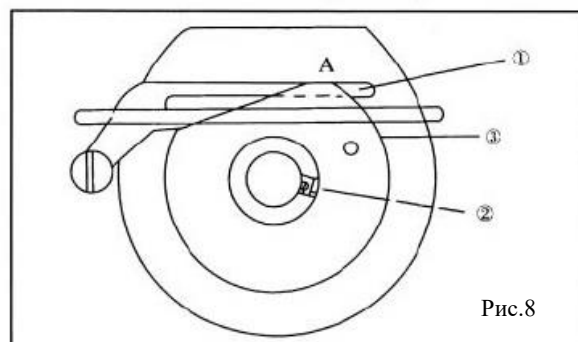

Рис.8
6.4. Регулировка положения эксцентрика нити петлителя. Рис.8.